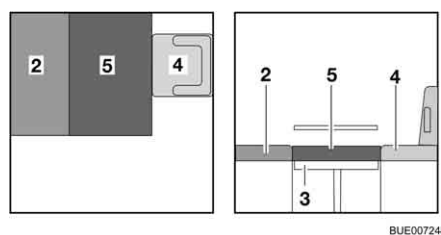

Fig. 122 Dopo la trasformazione
- Posizionare il cuscino aggiuntivo (Fig. 122,5) sul tavolo.
- Se necessario, spingere il sedile del conducente (Fig. 122,4) nuovamente all'indietro.